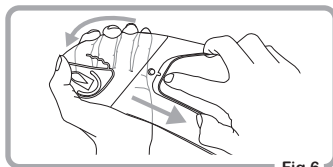

Fig.6
④Haal de beschermende film van de Pinlock® Original Insert Lens.
- ①Verwijder het vizier van de helm.
- ②Verwijder de Pinlock® Original Insert Lens van de excentrische pinnen, door het vizier te buigen. (Fig. 6)